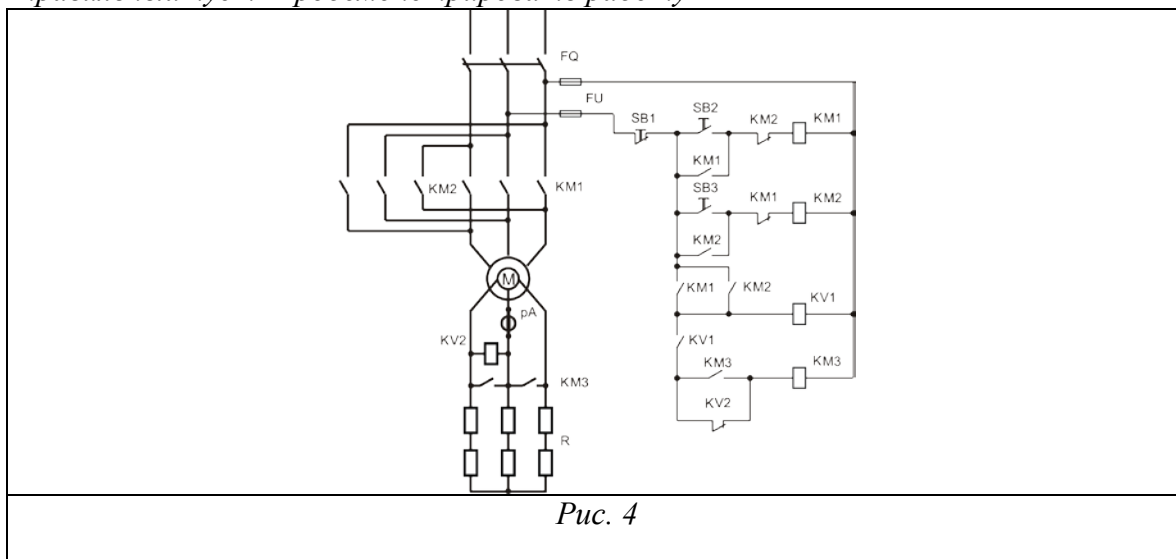

Рис. 4
4. Определить состав схемы (рис. 4), найти элементы схемы на щите. Составить таблицу замыканий контроллера. Собрать схему управления, проверить работу. Собрать силовую схему, проверить работу двигателя в процессе пуска, настроить правильный пуск. Продемонстрировать работу